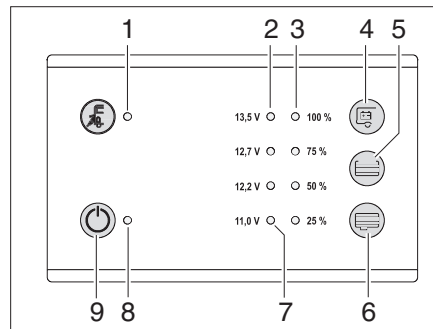

Bild 72 Panel LT 100
Der Tankfüllstand des Wassertanks kann mit dem Sensor-Tastfeld (Bild 72,4) abgefragt werden.
- Sensor-Tastfeld (Bild 72,5) berühren: Der Füllstand des Wassertanks wird in vier Stufen mit den LEDs (Bild 72,3) (25 % bis 100 %) angezeigt.
Der Tankfüllstand des Abwassertanks kann mit dem Sensor-Tastfeld (Bild 72,6) abgefragt werden.
- Sensor-Tastfeld (Bild 72,5 oder 6) berühren: Der Füllstand des Abwassertanks wird in vier Stufen mit den LEDs (Bild 72,3) (25 % bis 100 %) angezeigt.
**Batteriespannung** Mit dem Sensor-Tastfeld (Bild 72,4) kann die Batteriespannung der Wohnraumbatterie angezeigt werden.
Die Kontroll-LEDs (Bild 72,2) zeigen die Batteriespannung an.
- Rote Warn-LED (Bild 72,7) leuchtet: Batteriespannung über 11,0 V
Die rote Warn-LED (Bild 72,7) leuchtet, sobald die Spannung der Wohnraumbatterie nur noch 11 V (Messung im laufenden Betrieb) beträgt und damit Tiefentladung droht.
Der 12-V-Hauptschalter (Bild 72,9) schaltet das Panel und die 12-V-Versorgung des Wohnraums ein und aus.
- Sensor-Tastfeld (Bild 72,9) berühren: Die 12-V-Versorgung des Wohnraums ist eingeschaltet. Die Kontroll-Leuchte (Bild 72,8) leuchtet grün.
- Sensor-Tastfeld (Bild 72,9) erneut berühren: Die 12-V-Versorgung des Wohnraums ist ausgeschaltet. Die 12-V-Kontroll-Leuchte (Bild 72,8) erlischt.
Die 12-V-Kontroll-Leuchte (Bild 72,8) leuchtet, wenn der 12-V-Hauptschalter (Bild 72,9) eingeschaltet ist.
Die gelbe 230-V-Kontroll-Leuchte (Bild 72,1) leuchtet, wenn am Eingang des Elektroblocks Netzspannung vorhanden ist.